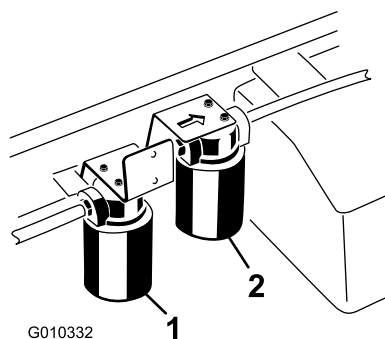

Figura 72
3. Coloque um recipiente de escoamento debaixo do filtro e retire o filtro (Figura 72).
1. Limpe a zona em torno da montagem do filtro de alto fluxo (Figura 72).